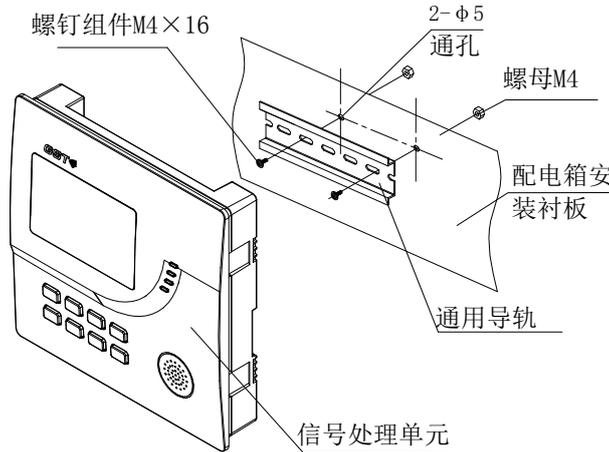

图 2.30 信号处理单元导轨安装图
3.4.1 信号处理单元的安装如图 2.30 和 2.31 所示